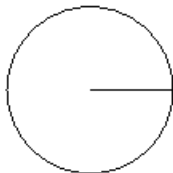

图 4.9.10 绘制圆内直线
(4) 单击鼠标中键，完成直线的绘制，如图 4.9.10 所示。
(1) 在功能选项卡区域的 **草绘** 选项卡中选择 **编辑** **旋转并复制** 命令。
(2) 选取图 4.9.10 所示的直线为变换对象，单击“选择”对话框中的 **确定** 按钮，系统弹出图 4.9.11 所示的“选择点”对话框，单击“选择点”对话框中的 按钮，选取圆心为旋转中心点，单击对话框中的 **确定** 按钮。
(3) 在系统 **输入逆时针方向的旋转角[退出]** 提示后的文本框输入数值 60，单击 按钮。